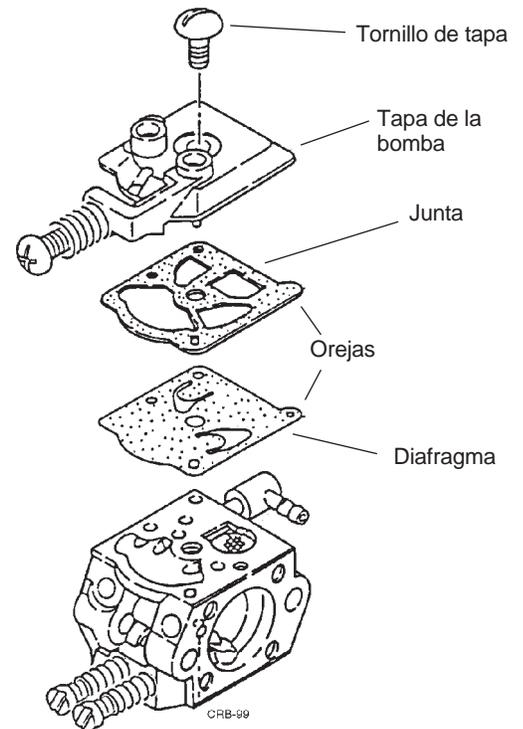

Figura 3.12 Diafragma de la bomba de combustible (Carburador WT)
Paso 1. De vuelta el cuerpo del carburador y desatornille el tornillo de la tapa de la bomba. Extraiga la tapa de la bomba, las juntas y el diafragma. (Figura 3.12)